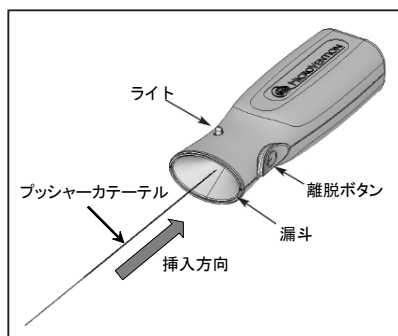

図1 離脱コントローラー
* 4-2 保護包装から本品の近位端を取り出し、離脱コントローラーの漏斗部の挿入口にしっかりと差し込む（図1）。このとき離脱コントローラーのブザーが鳴り、緑色ライトが3秒間点灯することを確認し、離脱コントローラーから本品の近位端を抜く。
6-3 プッシャーカテーテルの近位端を離脱コントローラーの漏斗部の挿入口にしっかりと差し込んで、プッシャーカテーテルの近位端を離脱コントローラーに接続する。接続してから 3 秒後のライトの状態を観察する（図 1）。